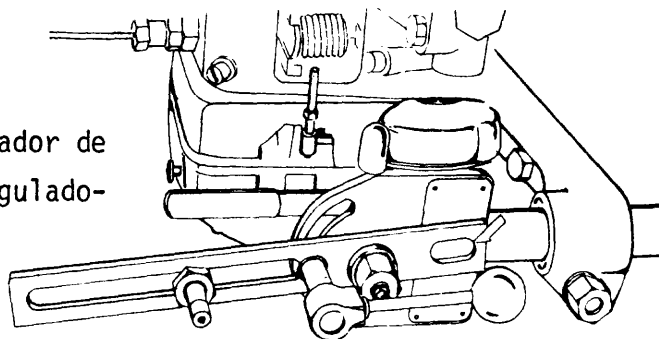

Fig. 5
- a Coloque el transportador de grados en algunos reguladores (fig. 5).